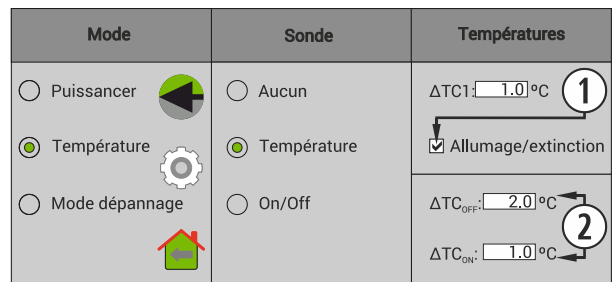

Figure 38
①	L'utilisateur allume le poêle manuellement.
②	température cible sélectionnée dans le menu principal.
③	$\Delta TC1$ par défaut 1°C (voir figures 38 ou 41).
④	Il change au niveau 1 (minimum).
⑤	Il change au niveau de fonctionnement 9.
⑥	$\Delta TC_{OFF}$ différence de températures pour arrêter le poêle.
⑦	Arrêter le poêle en fonction de la température ambiante.
⑧	$\Delta TC_{ON}$ différence de températures pour allumer le poêle.
⑨	Allumage à la demande de la température.